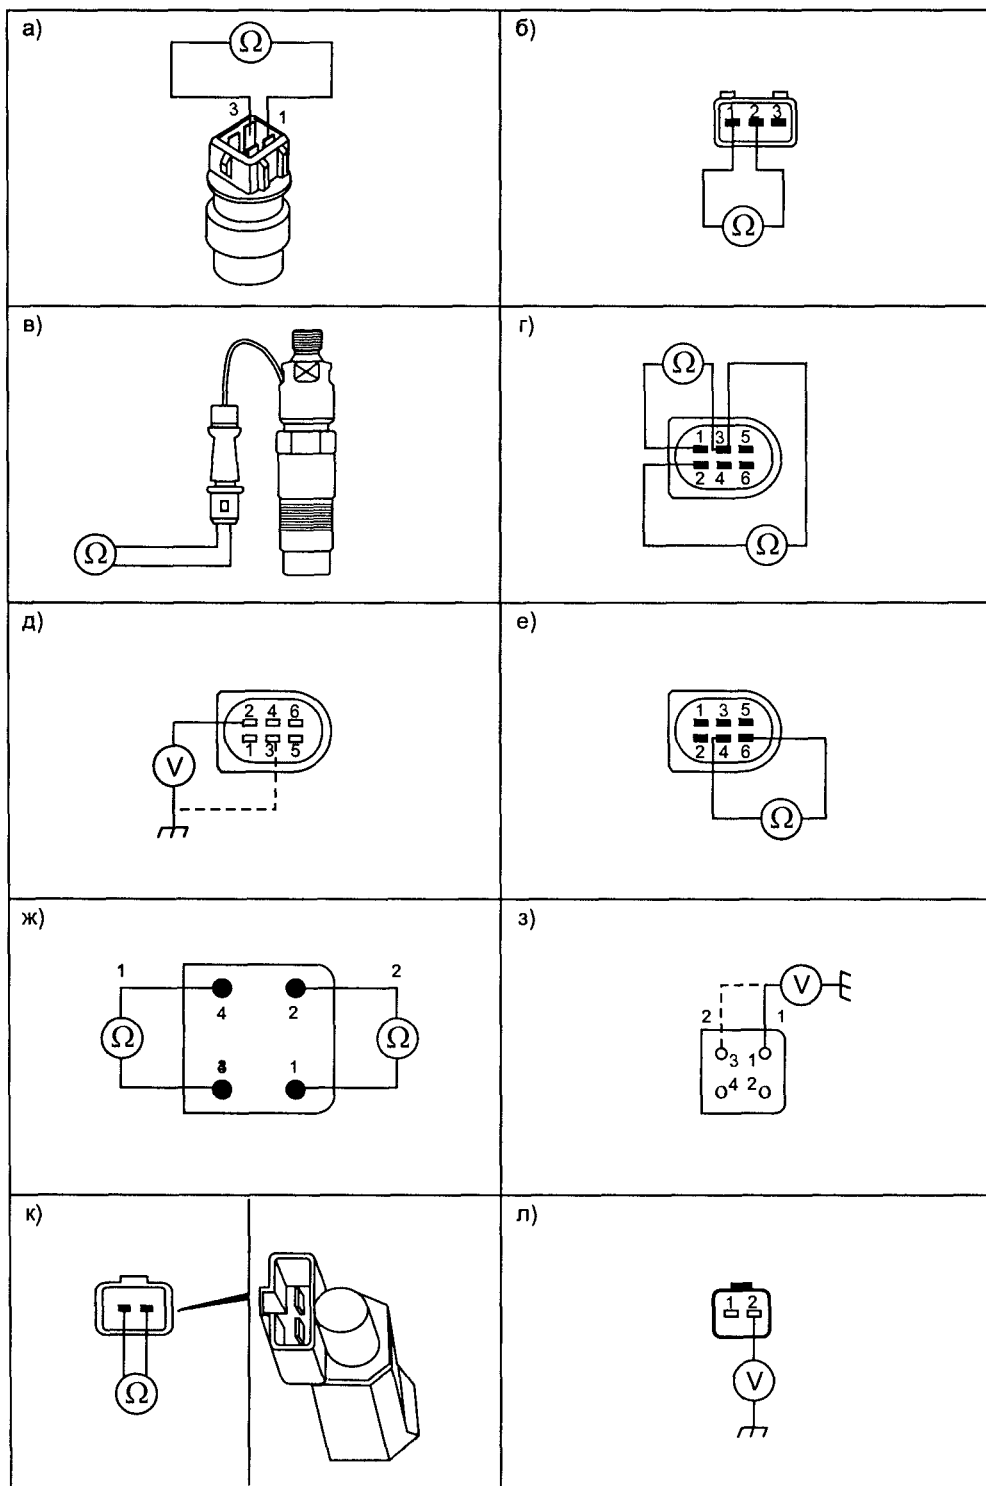

Рис. 1.2.9. Датчики двигателя
Для проверки датчика ECT извлекают его из системы охлаждения двигателя, изменяют температуру датчика (например, нагревая его в горячей воде) и проверяют изменение его сопротивления (рис. 1.2.9а) в соответствии с данными в табл. 1.2.5.
Это важнейший датчик для ЭСУД, по нему определяется частота вращения и относительное положение коленвала. Конструктивно он исполнен в виде электромагнитного датчика. Для проверки датчика отключают его разъем и проверяют сопротивление обмотки между контактами 1 и 2, оно должно быть в пределах 1000...1500 Ом (см. рис. 1.2.9б). Затем на работающем на х.х двигателе с помощью осциллографа проверяют выходной сигнал датчика СКР (см. осц. на рис. 1.2.5б).
Датчик INLS индуктивного типа, он находится в первом цилиндре и генерирует сигнал открытия—закрытия иглы распылителя первой форсунки. На его основе ЭСУД фиксирует момент начала впрыска и задействует контур обратной связи через регулятор FITS, обеспечивая совпадение действительного и заданного моментов начала впрыска. Для проверки датчика INLS отключают его разъем и измеряют сопротивление обмотки, оно должно быть в пределах 80...120 Ом (см. рис. 1.2.9в). Затем на работающем на х.х двигателе с помощью осциллографа проверяют выходной сигнал INLS датчика, (см. осц. на рис. 1.2.5ж).
- отсоединяют разъем датчика APP и при включенном зажигании проверяют наличие напряжения 5 В на контакте 2 разъема жгута и между контактами 2 и 3 (см. рис. 1.2.9д). Если питания нет, проверяют предохранитель F1, реле K46, замок зажигания и соответствующие соединения;
- измеряют сопротивление между контактами 2 и 3 разъема датчика APP, оно должно быть около 1000 Ом (см. рис. 1.2.9г);
- нажимают педаль акселератора, сопротивление между контактами 1 и 3 разъема датчика APP должно быть в пределах 1500...2500 Ом, а при отпущенной педали — 1000...1500 Ом (см. рис. 1.2.9г). При перемещении педали сопротивление должно изменяться плавно, без провалов и рывков;
- нажимают педаль акселератора, сопротивление между контактами 4 и 6 разъема APP датчика должно быть бесконечно большим, а при отпущенной педали около 1500 Ом (см. рис. 1.2.9е).
- отсоединяют разъем датчика BPP и проверяют наличие 12 В на контакте 1 разъема жгута (см. рис. 1.2.9з), если питания нет, проверяют предохранитель F13, замок зажигания и соответствующие соединения;
- при включенном зажигании проверяют наличие 12 В на контакте 3 разъема жгута (см. рис. 1.2.9з), если питания нет, проверяют предохранитель F1, реле K46, замок зажигания и соответствующие соединения;
- нажимают педаль тормоза, сопротивление между контактами 1 и 2 разъема должно быть равно нулю, а при отпущенной педали — бесконечно большим (см. рис. 1.2.9ж);
- нажимают педаль тормоза, сопротивление между контактами 3 и 4 разъема должно быть бесконечно большим, при отпущенной педали равно нулю (см. рис. 1.2.9ж).
- отсоединяют разъем датчика CPP и, при включенном зажигании, проверяют наличие «+12 В» на контакте «2» разъема жгута (см. рис. 1.2.9л), если нет проверить предохранитель F1, реле K46, замок зажигания и соответствующие соединения;
- нажать педаль тормоза, сопротивление между контактами «1—2» разъема CPP датчика должно быть ∞ , при отпущенной педали около 0 Ом (см. рис. 1.2.9к);